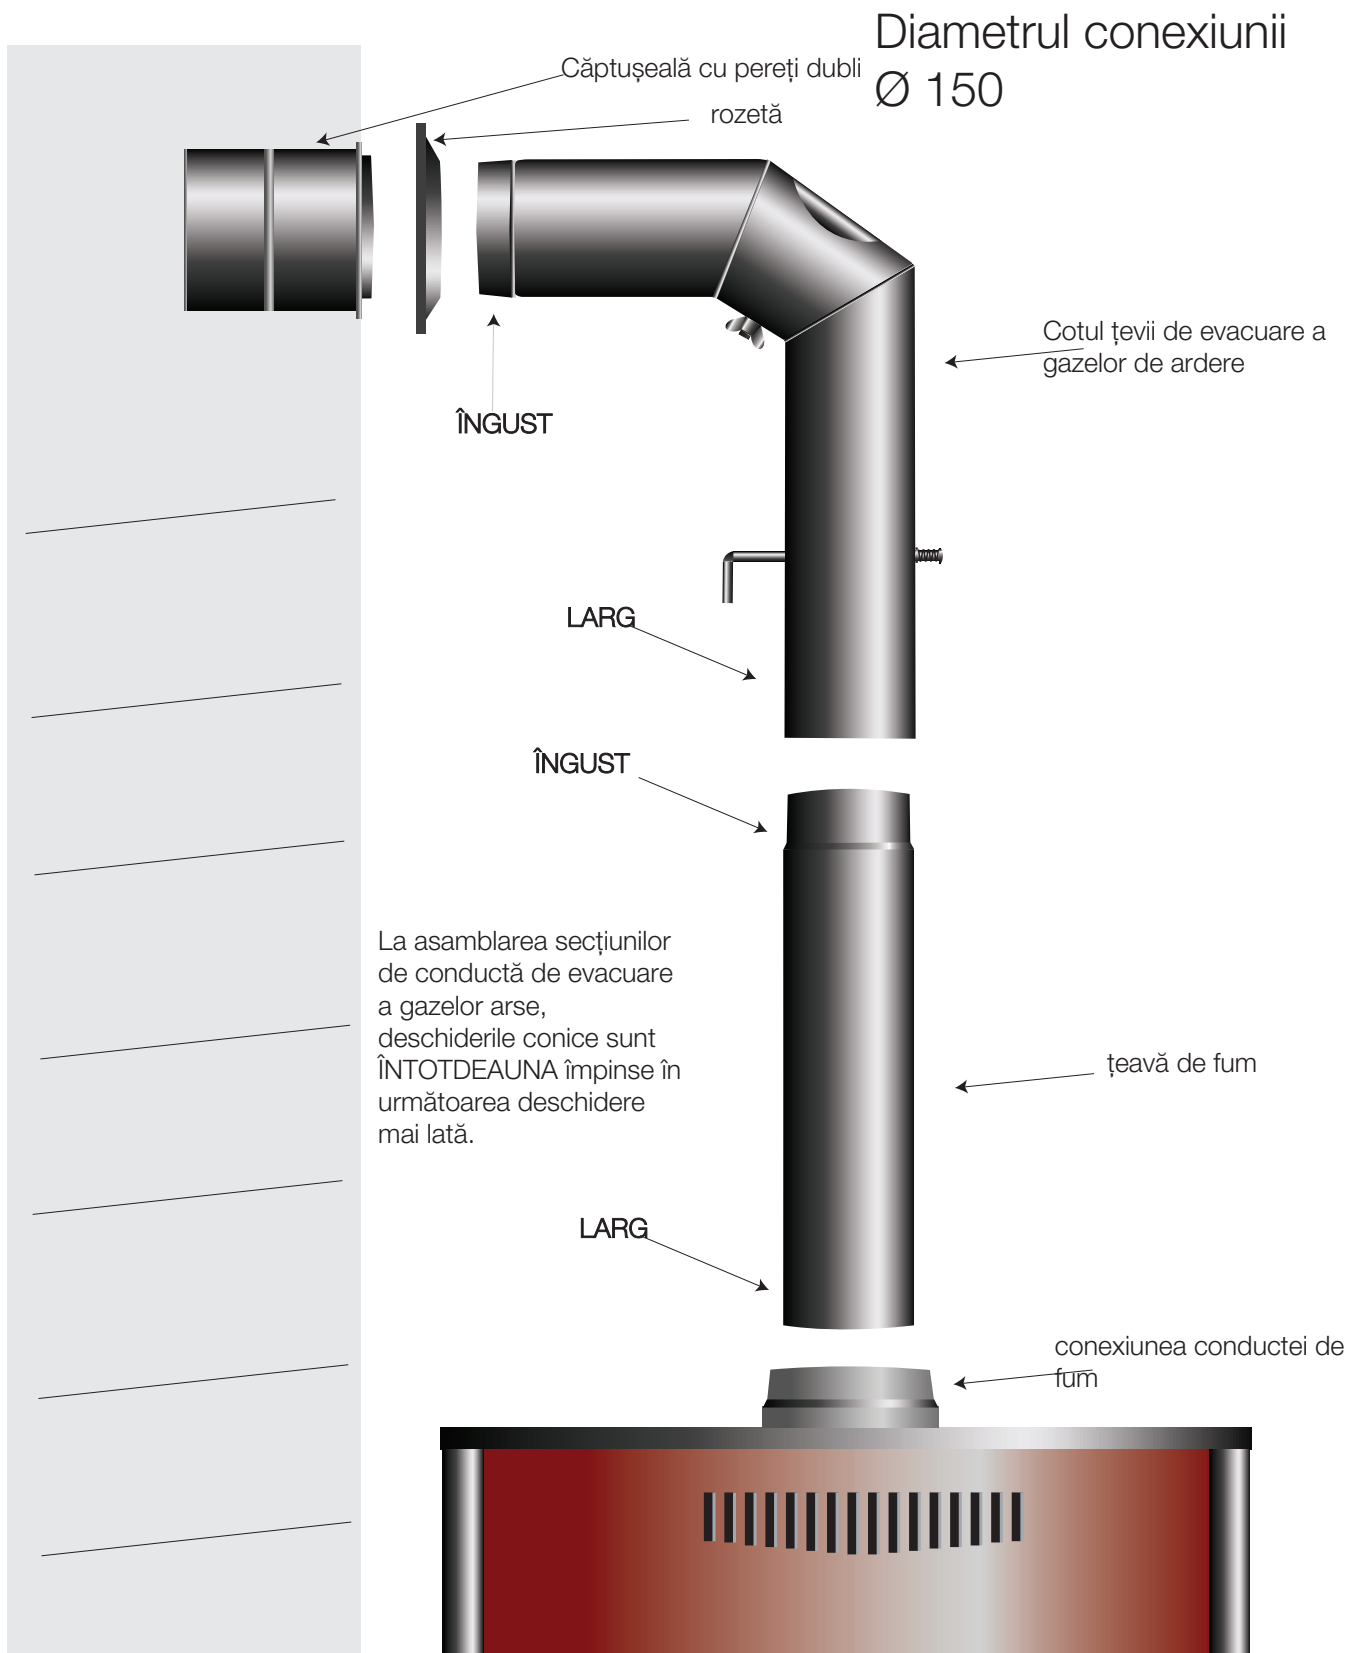

Figura 3 Conectarea sobei pe lemne la coșul de fum
4. Figura 3 Conectarea sobei pe lemne la coș	Pagină 6